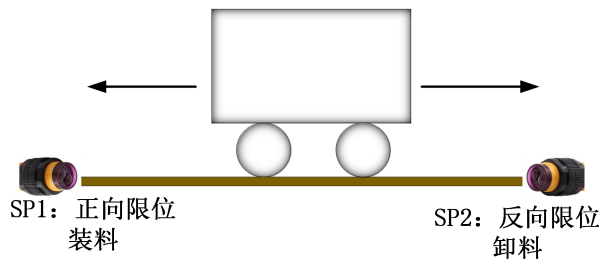

图 3.1 运料小车往返控制示意图
运料装置自动往返控制是电机正反转控制的一种常见应用，如图 3.1 所示。生产实践要求运料小车将加工好的工件从一端送到另一端，通过控制三相异步电动机的正、反转来实现小车自动前往装料和卸料处并进行装、卸料工作。
- 正向启动：按一次启动按钮 SB2 (%IX0.3)，程序段 1 中变量 Start1（正向启动）常开点状态为 1，变量 Motor_F（电机正向启动）的线圈  输出为 1，电机正向启动运行并自锁，图 3.1 所示小车开始向左行驶。